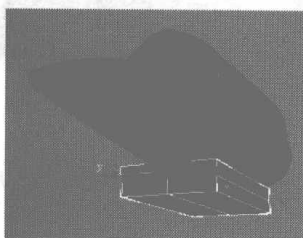
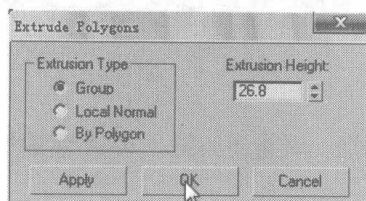
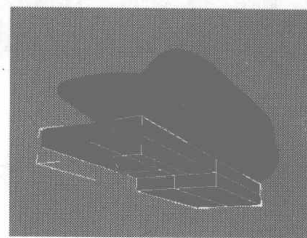

图 2.70
图 2.71
图 2.72
- 02** 选择如图 2.70 所示的面，单击 **Extrude** 右边的小按钮，在弹出的快捷菜单中设置参数如图 2.71 所示，挤压结果如图 2.72 所示。